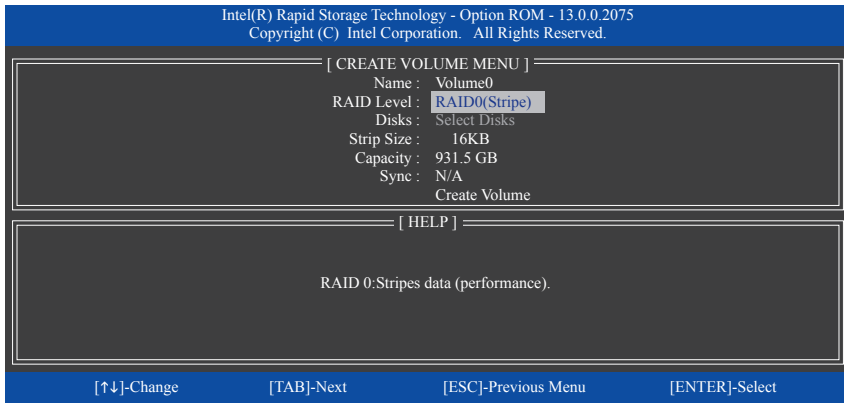

図 11
**CREATE VOLUME MENU** スクリーンに入った後、**Name** の項目で 1~16 文字 (文字に特殊文字を含めることはできません) のボリューム名を入力し、<Enter> を押します。次に、RAID レベルを選択します (図 11)。サポートされる RAID レベルには RAID 0、RAID 1、リカバリ、RAID 10、と RAID 5 が含まれています (使用可能な選択は取り付けられているハードドライブの数によって異なります)。<Enter>を押して続行します。